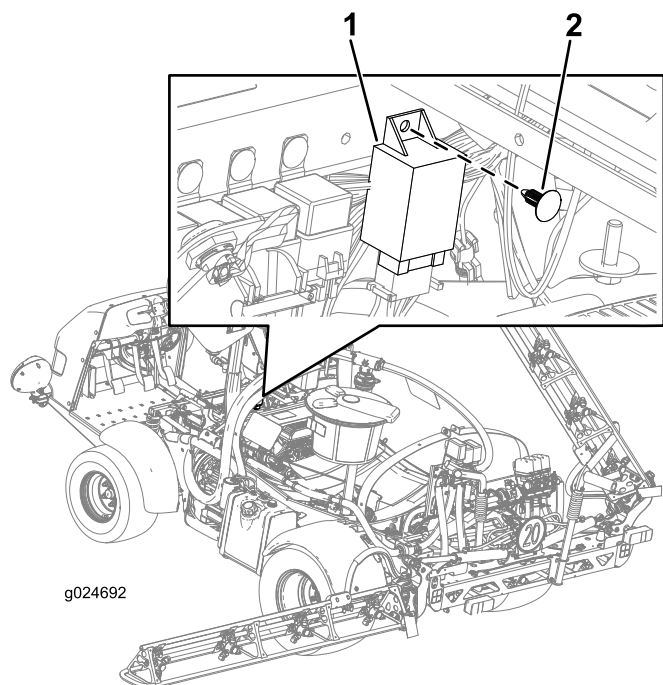

Figura 22
- Alinhe o módulo de luz intermitente com o furo na estrutura da máquina (Figura 22).
- Insira o dispositivo de fixação através do furo no módulo de luz intermitente e estrutura da máquina (Figura 22).